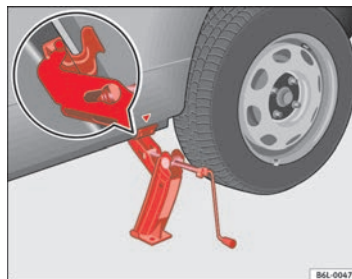

Fig. 129 Colocación del gato
- Posicione el gato de modo que su garra envuelva el nervio del larguero inferior y que la placa base móvil se apoye plana sobre el suelo ⇒ página 221, fig. 129.